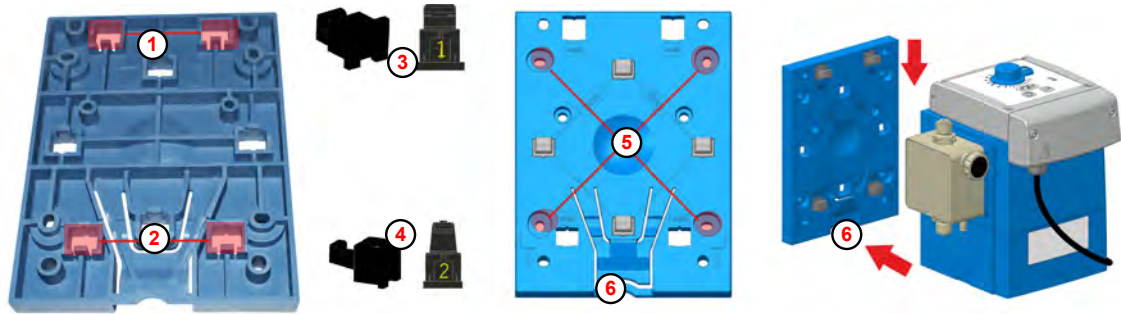

Fig. 5: Préparatifs du montage mural
Sur la partie inférieure de la plaque de montage, les orifices pour le montage mural ( Fig. 5 , ① ou ② ) portent le numéro 2.